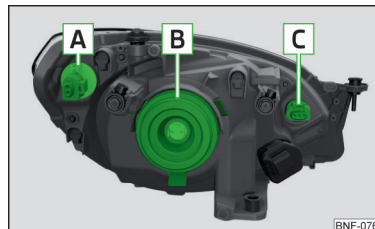
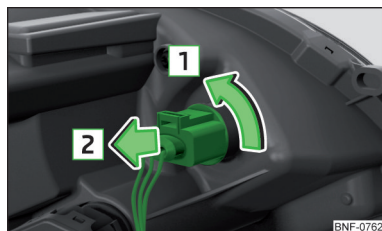
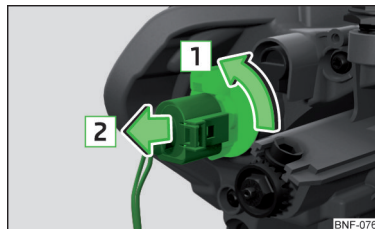

Bild 140
Bild 142
Bild 143
Glödlampornas arrangemang » bild 140
- › Vrid sockeln med glödlampen **C** » bild 140 på sidan 133 så långt det går i pilens riktning **1** » bild 142.
- › Vrid sockeln med glödlampen **A** » bild 140 på sidan 133 så långt det går i pilens riktning **1** » bild 143.